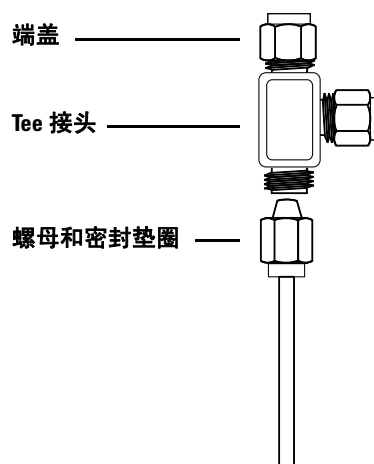

图 13 Swagelok Tee
- 1 在要安装 Tee 的位置切割管线。使用 Swagelok（接头套管）接头连接管线和 Tee。请参见图 13。